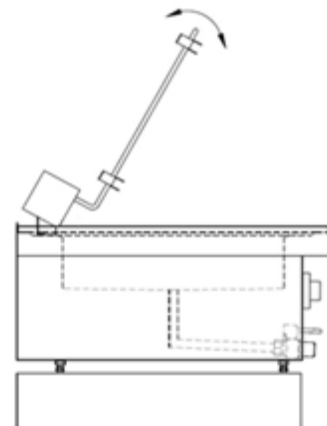

Рис.2. Нагревательные элементы в поднятом положении.
- поднять нагревательные элементы (см. рис.2);